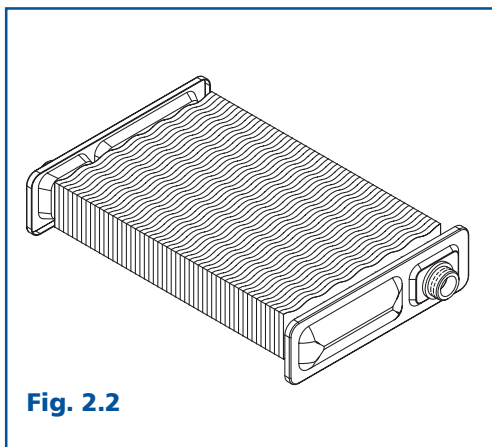

Fig. 2.2
2.1 Scambiatore di calore primario (Fig. 2.2)